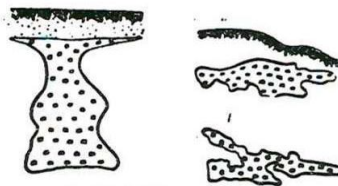

Рис.1.22.
9. Какие из нижеперечисленных форм залегания месторождений представлены на рис.1.22?